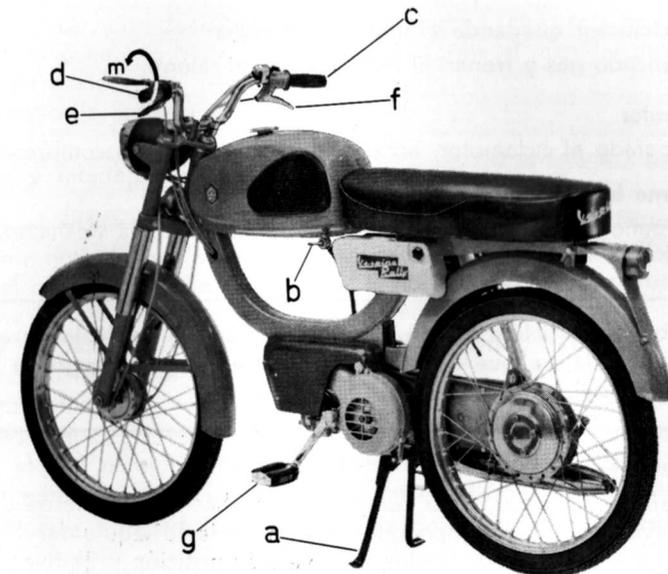

Fig. 6.—Puesta en marcha.
— Llave del depósito del combustible (fig. 6-b) con tres posiciones: cerrado (llave hacia atrás), abierto (llave hacia abajo) y reserva (llave hacia delante).
1.º) Arranque con vehículo sobre caballete (fig. 6).
- Girar el puño del cambio en el sentido contrario de la flecha **m**, fig. 6. De esta forma hemos desconectado la transmisión del motor a la rueda.
Situar el puño del cambio en el sentido contrario de la flecha **m**, fig. 6, y pedalear.